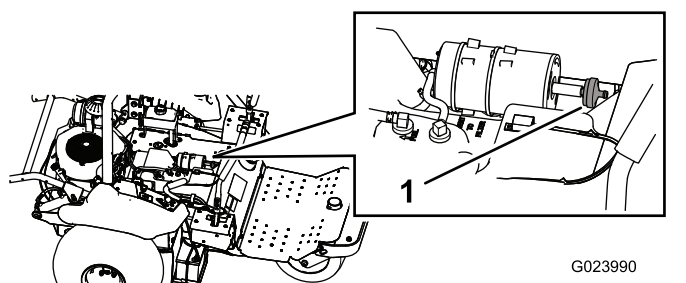

Figura 46
3. Desligue o filtro do recipiente de carbono (Figura 46).